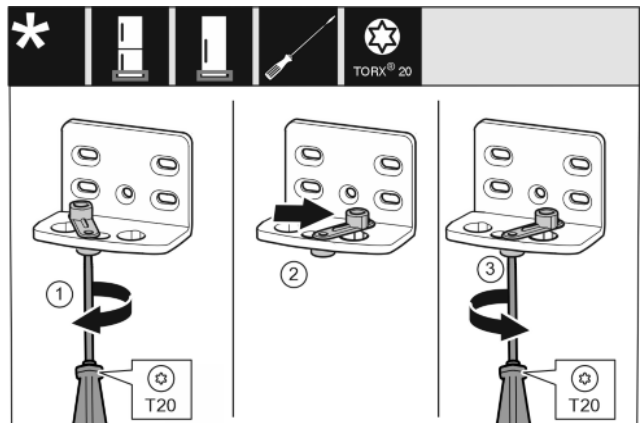

Fig. 14
- ▶ Svitare allentando la vite con il cacciavite T20. Fig. 14 (1)
- ▶ Sollevare l'ausilio di chiusura della porta e ruotarlo di 90° verso destra nel foro. Fig. 14 (2)
- ▶ Serrare la vite con il cacciavite T20. Fig. 14 (3)